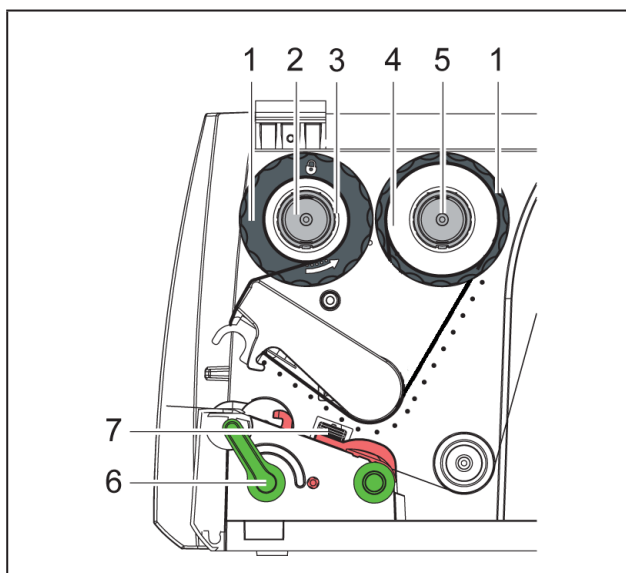

Fig. 10 Transferfoliekørsel
- 5 Kantstyrets position på oprulleren skal tilpasses til foliekernens bredde (3) hvorefter foliekernen skal skydes på oprulleren (2).
- 6 Før transferfolie gennem printenheden som vist i fig. 10.